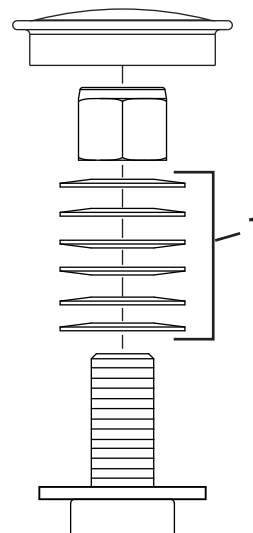

Figure 53
3. Retirez le capuchon protecteur de la roue pivotante et serrez le contre-écrou (Figure 53).
4. Continuez de serrer le contre-écrou jusqu'à ce que les rondelles élastiques soient aplaties, puis desserrez-le d'un quart de tour pour obtenir la précharge correcte des roulements (Figure 53).
**Important:** Veillez à placer les rondelles élastiques comme montré à la Figure 53.
5. Remettez le capuchon protecteur en place (Figure 53).